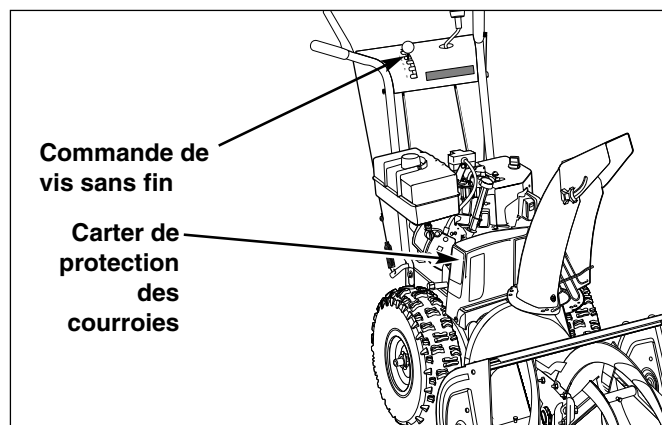

Figure 22. Emplacement de la commande de la vis sans fin et du carter de protection des courroies
3. Retirer le carter de protection des courroies (Voir Figure 22).